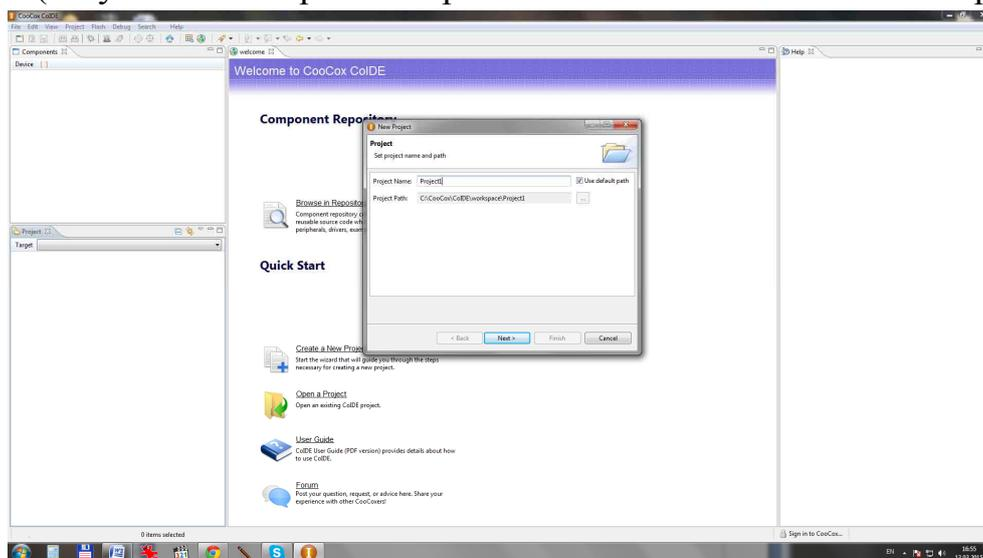

Рис. 3.17. Окно создания нового проекта
3. В открывшемся диалоговом окне (рис. 3.17) необходимо ввести название проекта, а также указать полный путь к папке, в которой он будет храниться. (По умолчанию проект сохраняется в *C:\CooCox\CoIDE\workspace*.)